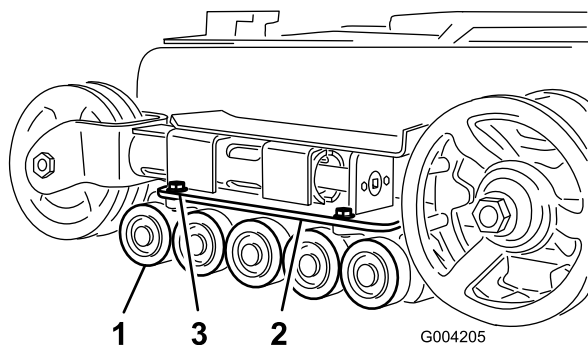

Figure 45
2. Retirez les 4 boulons de fixation de chaque guide-chaîne inférieur qui contient les galets de roulement, et déposez-les (Figure 45).